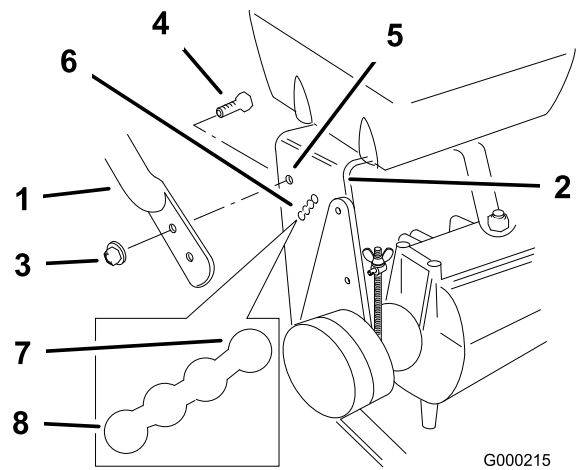

Figura 16
2. Afloje los pernos con arandela prensada superiores (3/8 x 1 pulgadas) y la tuerca con arandela prensada que sujetan el manillar al bastidor trasero (Figura 16).
3. Retire los pernos con arandela prensada inferiores (3/8 x 1 pulgada) y las tuercas con arandela prensada que sujetan el manillar al bastidor trasero (Figura 16).